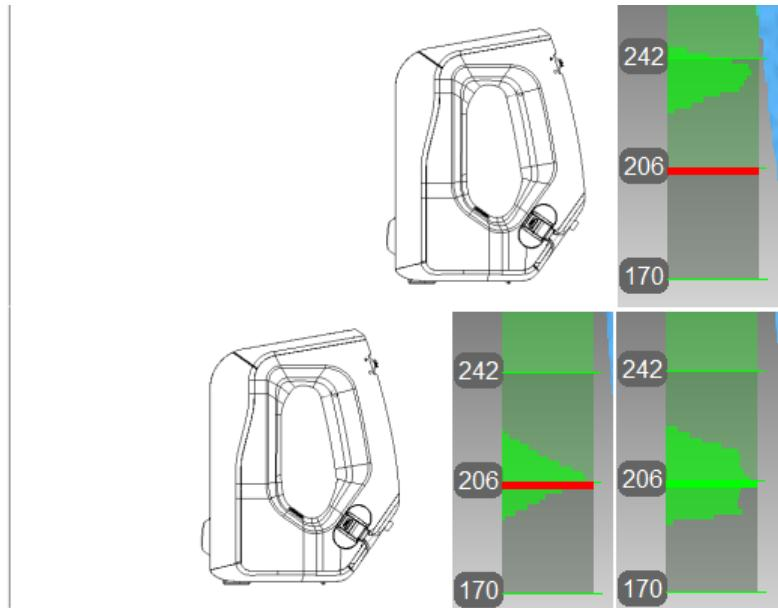

Рис. 11.4: Положение сканера Artec Spider и соответствующее расстояние на дальномере
7. Плавно переместите сканер по направлению к плоской поверхности так, чтобы пик гистограммы совпал с красной меткой на дальномере (см. Рис. 11.4).